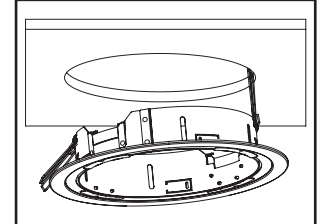

Figura 26.
2. Sostenga los 2 muelles de montaje en forma vertical, en el mismo lado que la unidad del anillo adaptador; luego, insértelo en la abertura del techo o alojamiento (Figura 26.).